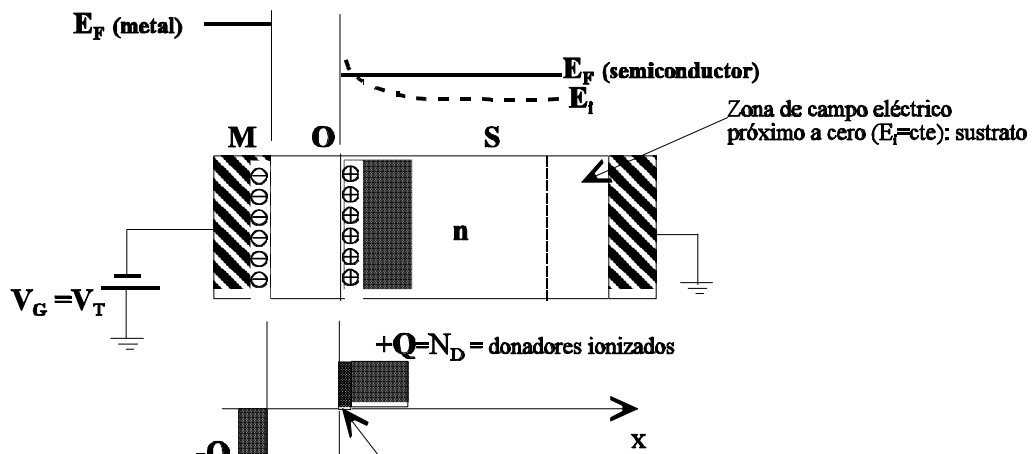

**Figura 2.20** Diagrama de bandas de energía y bloques de carga para el caso de polarización de la capacidad MOS en el modo de vaciamiento.
**2. Vaciamiento:** Esta situación se produce para  $V_G < 0$  y de valor pequeño. Desde el punto de vista de cargas, al ser  $V_G < 0$ , se depositan cargas negativas en la puerta de la capacidad MOS y en consecuencia el incremento de cargas positivas en las proximidades de la interfaz semiconductor-aislante se traduce, al tratarse de un semiconductor tipo n, en una neutralización de electrones. Esto hace que aparezcan donadores ionizados, que en este caso estarán cargados positivamente. Si este análisis se hace desde el punto de vista de bandas de energía, por una parte:  $E_F(\text{metal}) - E_F(\text{semiconductor}) = -qV_G$ , lo que significa que el nivel de Fermi en el metal aumenta respecto a la del semiconductor, y por otra al ser  $dV_G/dx > 0$ , entonces el campo eléctrico ( $E$ ) es negativo y en consecuencia (ver ecuación <2.27>) se produce una pendiente negativa en las bandas de energía en el semiconductor. Como la concentración de electrones y huecos en el semiconductor vienen dados por  $n = n_i \cdot e^{(E_F - E_i)/KT}$ ,  $p = n_i \cdot e^{(E_i - E_F)/KT}$ , al producirse una pendiente negativa en la variación de  $E_i$  con  $x$  entonces:  $n < n_i$  y  $p > n_i$ . En la figura 2.20 se muestra estos efectos, tanto desde el punto de vista de cargas como de energías ( en la figura 2.20 se indica con el signo "+" los donadores ionizados) . El calificativo de vaciamiento se debe a la disminución de carga (electrones en este caso) en la interfaz semiconductor-aislante.